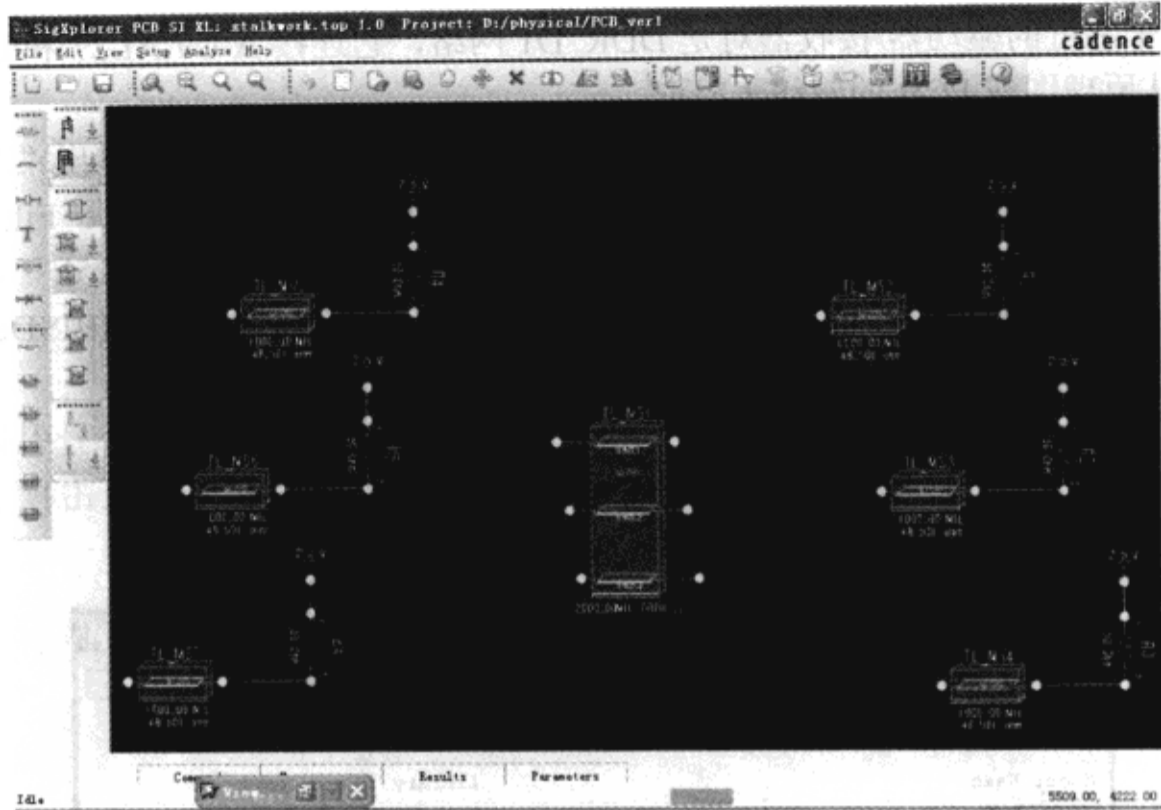

图 3-10-28 复制元件
(1) 画一个选择框框住电阻 R1、2.5V 电源和 MS2→从 SigXplorer 窗口执行菜单命令“Edit”→“Copy”，在工作空间中单击并按住鼠标左键→框住的元件随光标移动。
(2) 在工作空间中移动鼠标到一个开放的区域→单击鼠标左键放置元件→重复上面的步骤 5 次，最终结果如图 3-10-28 所示。
8) 重新连接电路 注意图 3-10-28 中左边的 3 组元件与 TL\_MS1 连接不方便，所以需要移动电源的电阻到 Trace 的另一边。